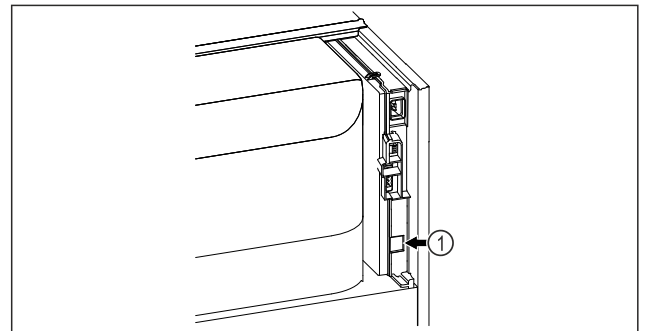

Fig. 129
- SmartModule Fig. 129 (1) ir ievietots.